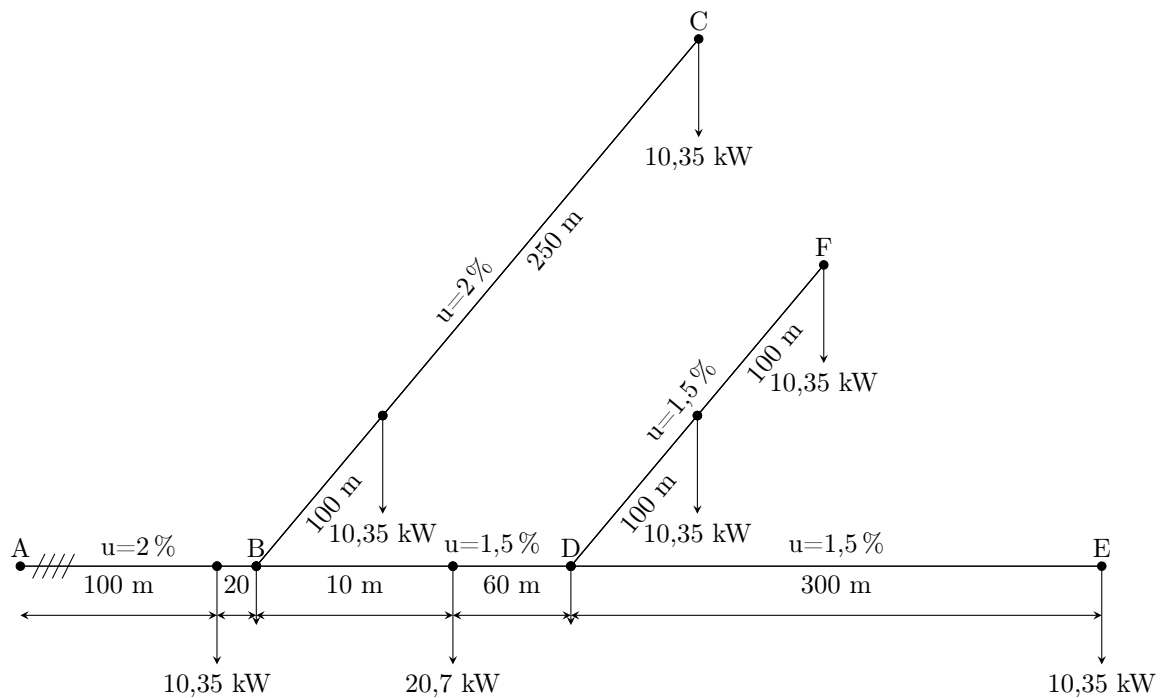

Figura 7.6: Diagrama unifilar del problema 7.16.
7.16 (2.6-6.) Calcular la sección de los distintos tramos de la línea de distribución trifásica indicada en la figura 7.6. El conductor es de aluminio trenzado en haz, aislado con polietileno reticulado, para instalación al aire con neutro fiador. La tensión de línea es 400 V y la caída de tensión máxima es la indicada en cada tramo. Se considera un factor de potencia unidad para todas las cargas.